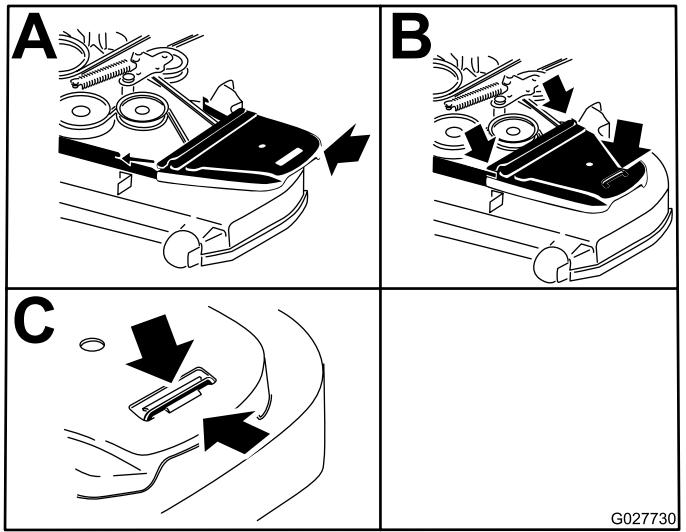

Figura 65
- Instale las cubiertas de las correas y los pernos que están sujetos a las mismas (Figura 65).